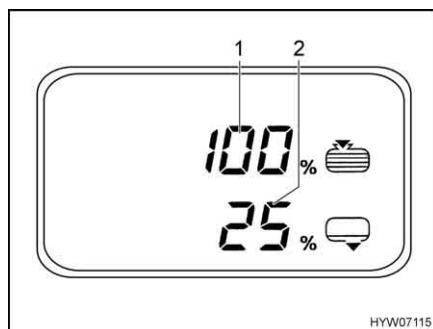

Fig. 126 Menu Serbatoio
- Premere il tasto (Fig. 122,9): Appare il menu Serbatoio (Fig. 126).
- Livello del serbatoio dell'acqua (Fig. 126,1)
- Livello del serbatoio delle acque grigie (Fig. 126,2)
Il menu Serbatoio appare e il rispettivo simbolo inizia a lampeggiare quando il serbatoio dell'acqua è vuoto oppure il serbatoio delle acque grigie è pieno. Lampeggiano inoltre il simbolo allarme e il valore corrispondente in percentuale (Fig. 126,1 o 2).